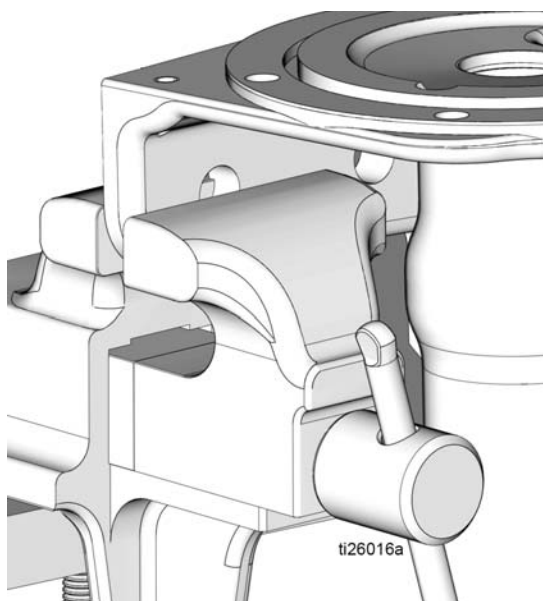

Рис. 30
1. Используйте чистую салфетку для обтирания основания насоса (1) и удаления любой грязи или загрязняющих веществ. Осмотрите поверхность на отсутствие любых царапин или повреждения. Замените насос, если основание насоса повреждено.
2. При необходимости, измените положение основания насоса (1) в тисках, как показано на Рис. 30.